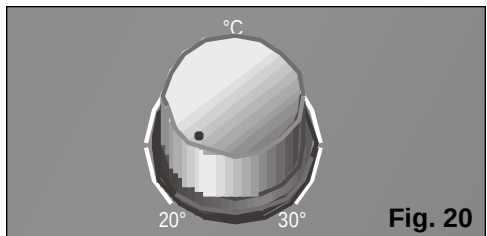

Fig. 20
- ☐ Réglez le thermostat en position de température minimale, **Fig. 20**.